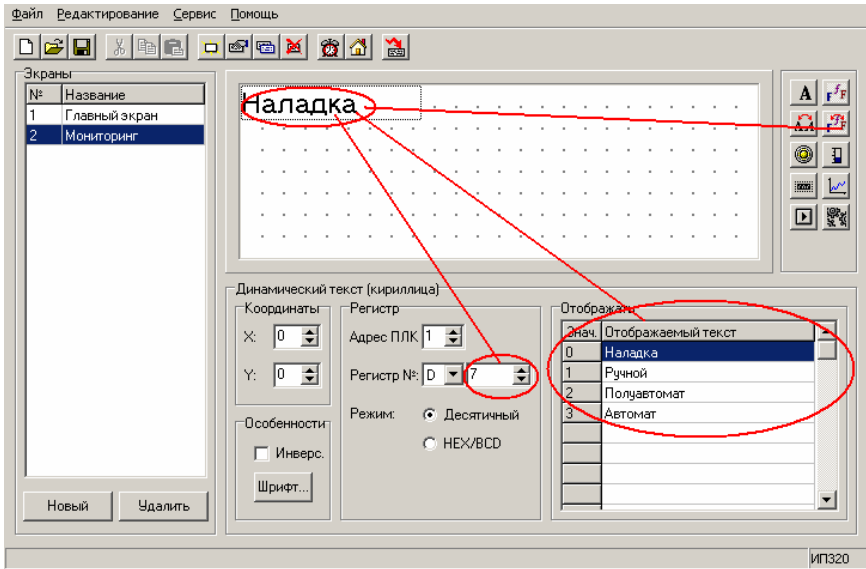

Рис. 7.5. Атрибуты динамического текста
- 9.1 Используя динамический текст (см. п. 4.1.3), создать текстовый элемент экрана «Наладка / Ручной / Полуавтомат / Автомат». При задании параметров динамического текста следует указать «Адрес регистра» – № 9 (см. п. 7.1). Таким образом, когда регистр №9 будет принимать значение «0», на Экране№2 будет отображаться надпись «Наладка», при значении регистра «1» – надпись «Ручной», при значении регистра «2» – надпись «Полуавтомат», при значении регистра «3» – надпись «Автомат» (см. рис. 7.5).